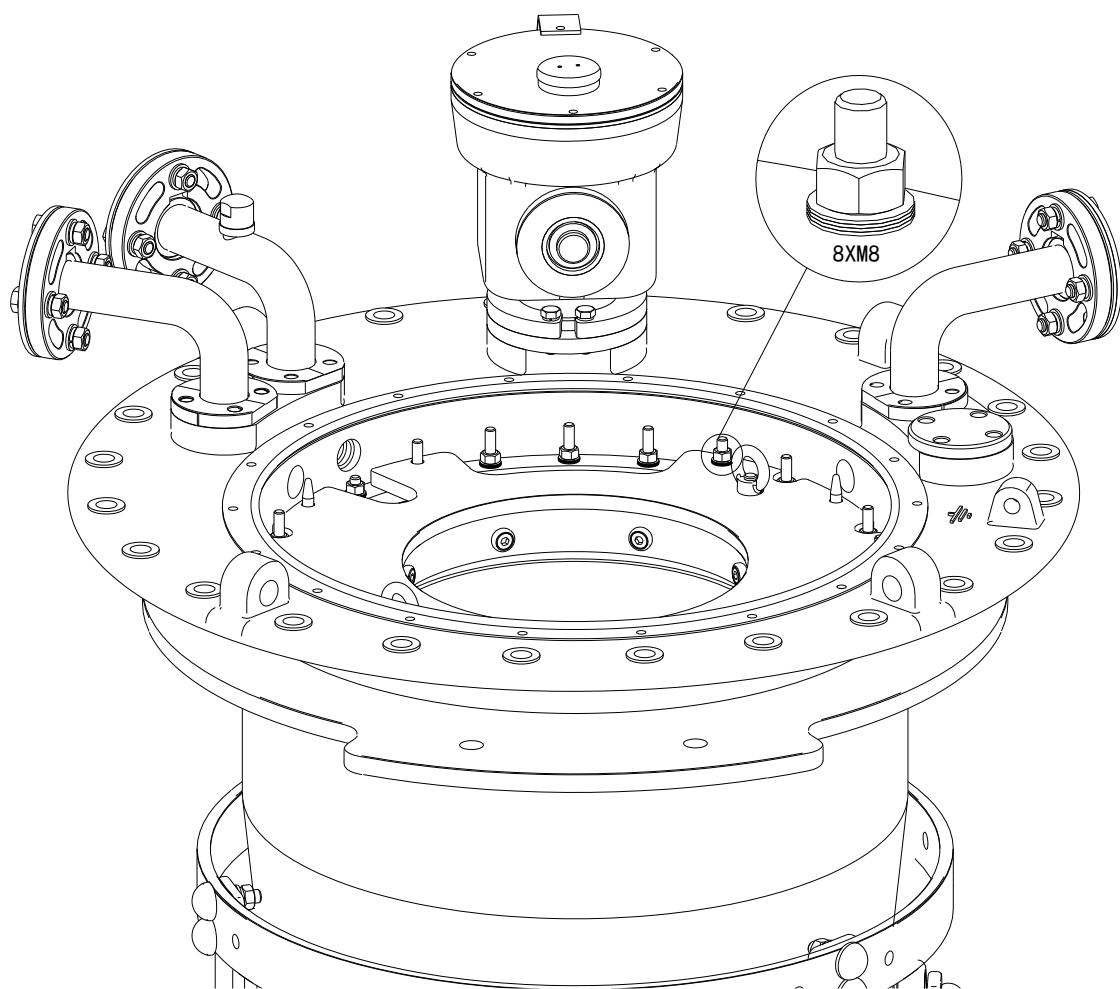

图 5-4 拆除用于紧固切换芯子的螺母
4. 拆下法兰圈上的非红色油漆区域的螺母（8 个 M8 螺母，含垫圈，13 号扳手）。(见图 5-4)